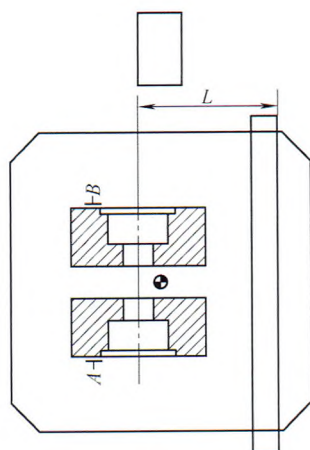

图 9
(4) 将工作台旋转180°后，手轮方式下移动X轴，用3D表去触碰基准C，使表的刻度值也为0.3mm（一定要与之前一致），将当前系统面板上的X坐标清零。手轮方式下，移动X轴使其向靠近工件那端移动一个L长度，在G55工件坐标系里记录移动了一个L距离后的X坐标，这个X坐标值，即为反面的X轴工件坐标值。如图9所示。